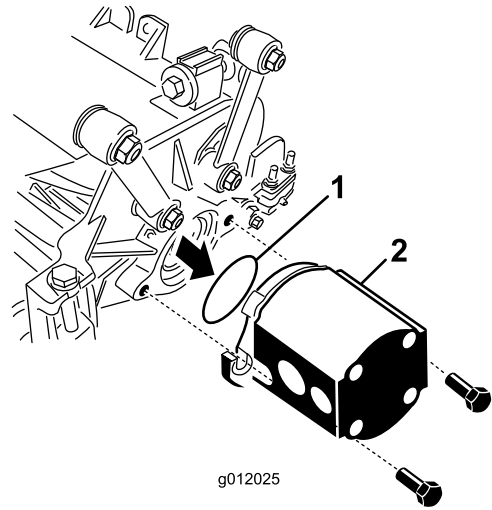

图24
- 将 O 形圈（随滚刀组提供）插入驱动马达的法兰上（图24）。
- 将马达安装到滚刀组的驱动端，用随滚刀组提供的 2 个平头螺丝固定（图24）。